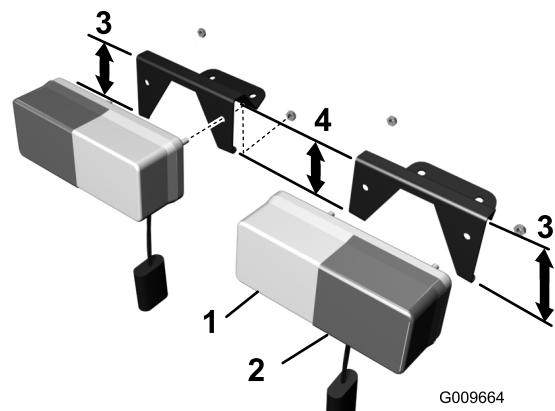

Figura 5
- Localize os suportes das luzes de sinalização esquerda e direita. Os suportes são distinguíveis pelo ângulo da placa e perna de apoio maior que fica sempre no exterior (Figura 5).
- Faça corresponder cada luz de sinalização com o suporte correspondente de forma a que a lâmpada âmbar (sinalização) seja sempre exterior (Figura 5).